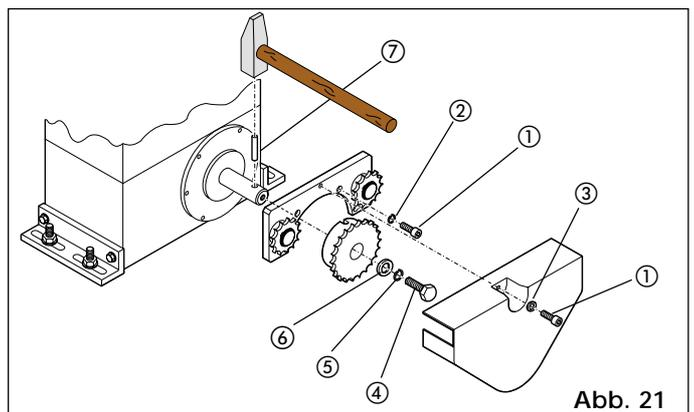
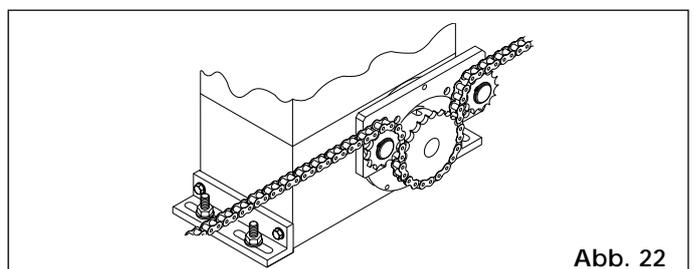

Abb. 21
Abb. 22
4.5.2. MOD. 844MC RF (Abb. 21 - 22)
- Federstecker ⑦ mit einem Hammer in die Welle eintreiben.
- Die Paßsitze des Kettenritzels mit dem Federstecker in der Welle fluchten und die Schraube ④ mit den Scheiben ⑤, ⑥ festziehen.
- Die 4 oberen Schrauben gegen die Schrauben ① mit Innensechskant 5x12 und die Scheiben ② des Bausatzes gem. Abb. 21 ersetzen und dann den Bügel der Umlenkrollen auf den Motorflansch anbringen.
- Die Kette nach Angaben in Abb. 22 einfädeln und das Abdeckgehäuse mit Schrauben ① und Scheiben ③ (Abb. 21) aufsetzen.